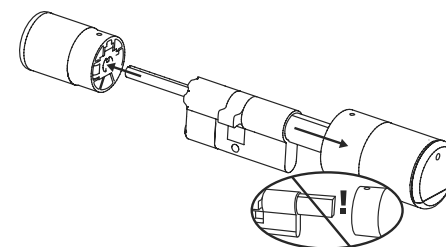

Fig. 3
- ③ Saque completamente el pomo de la parte exterior y tire hacia atrás del de la parte interior en la medida de lo posible (Fig. 3).